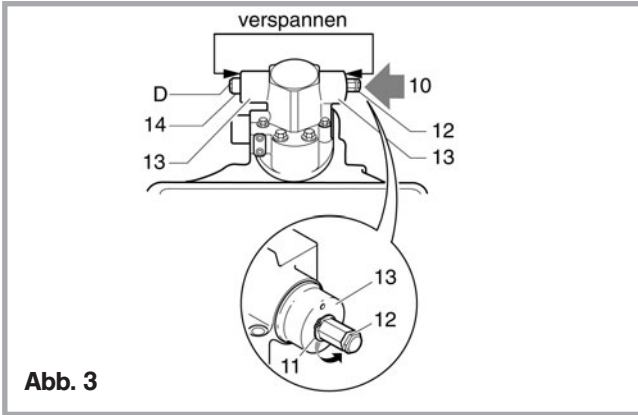

Abb. 3
Bei Arbeiten an der Handhebelachse (10) immer die Federkappen (13, Abb. 3) sichern (verspannen).
4. Umsetzen des Handhebels nach links (s. Abb. 3)